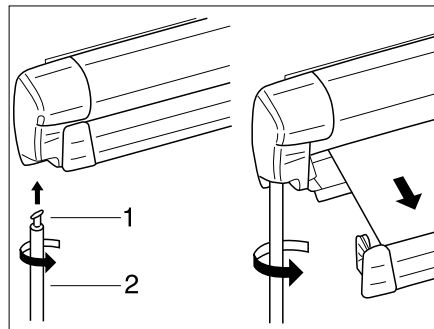

Bild 37 Markise
- Haken (Bild 37,1) der Kurbelstange (Bild 37,2) in die Getriebeöse einhängen und um 90° drehen.